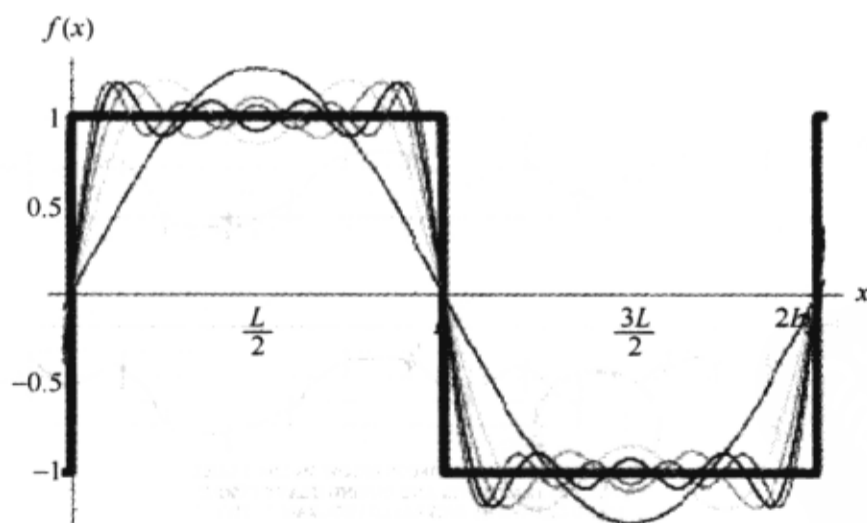

图 1-3-15 方波中包含的奇次谐波
8) 示波器 示波器是在高速 PCB 设计分析中的基本工具，因为高速数字信号是方波，方波含有高能量，以及大量的奇次谐波，而且随着技术的升级，波长减小，上升时间和下降时间随之降低，会包含更多的谐波！如图 1-3-15 所示的波形，低成本的示波器可能不能完成测量验证功能。示波器的性能会影响到 PCB 的分析，一般要考虑到示波器的带宽和采样频率。低成本，低性能的示波器可能不会显示高速 PCB 设计分析中的一些重要信息，如信号干扰、下冲、过冲、供电噪声等。想象一下一个 133MHz 的 SDRAM 信号在一个低成本的有 200MHz 带宽 GSPS 采样速度的示波器下会变成什么样？